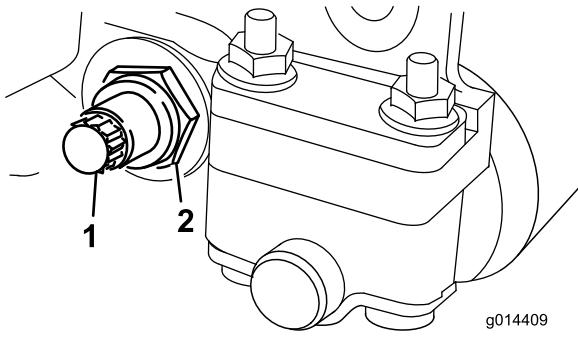

Figure 25
3. De chaque côté de la machine, desserrez le contre-écrou de fixation du boulon de la barre d'appui (Figure 25).
4. Retirez les boulons de la barre d'appui afin de pouvoir abaisser la barre et la déposer du boulon de la machine (Figure 25).